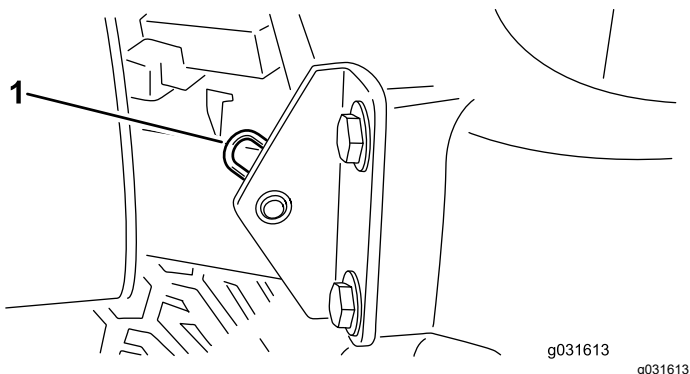

図 32
2. フードのピボット部をブラケットに固定しているヘアピンコッターを抜き取る 図 32。